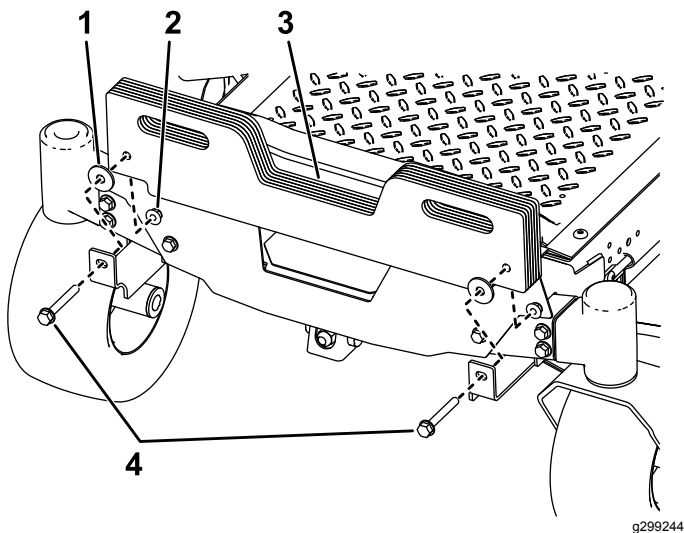

**Bild 4**
1. Montieren Sie die Ballasthalterungen an der Unterseite des Rahmens mit zwei Schrauben (3/8" x 1") und zwei Kontermuttern (3/8"), wie in Bild 4 dargestellt.